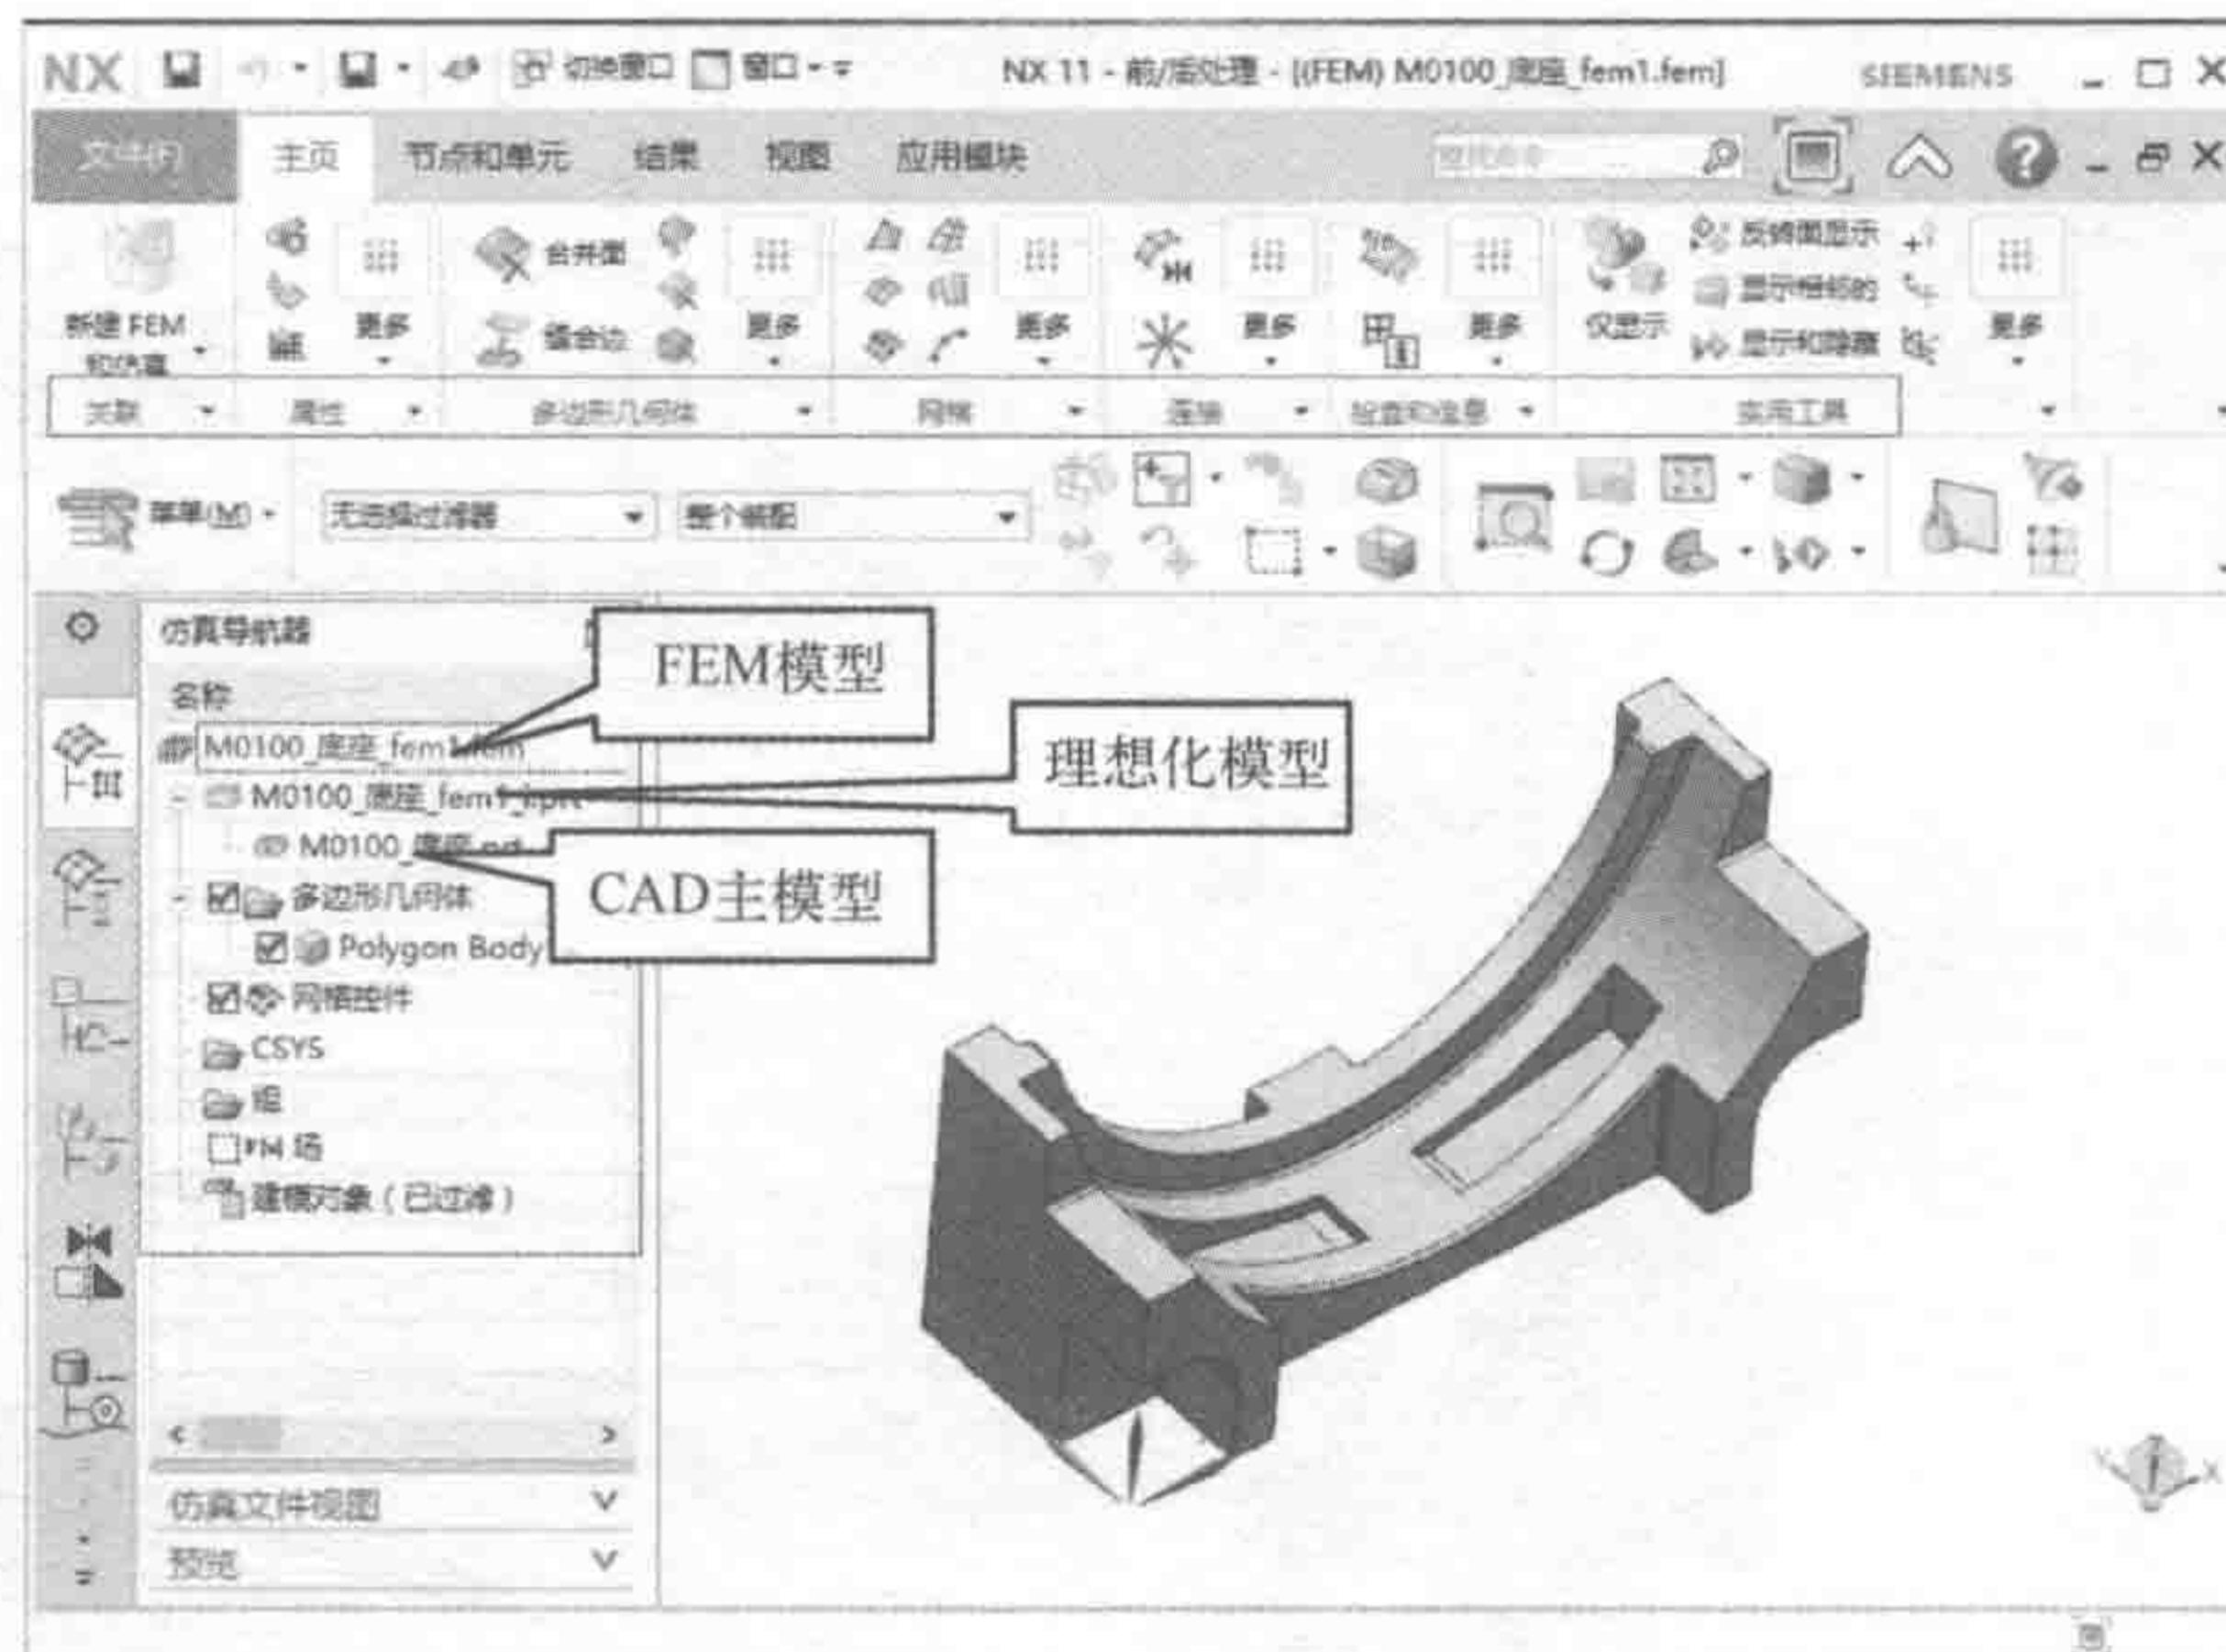

图 1-7 FEM 环境主界面
1) 如图 1-7 所示即为 FEM 环境的主界面，工具栏菜单主要包括【关联】【属性】【多边形几何体】【网格】【连接】【检查和信息】【实用工具】7 个功能模块，每个模块又包括若干个具体的操作命令。其中，最为常用的功能模块为【属性】【网格】【连接】【检查和信息】。